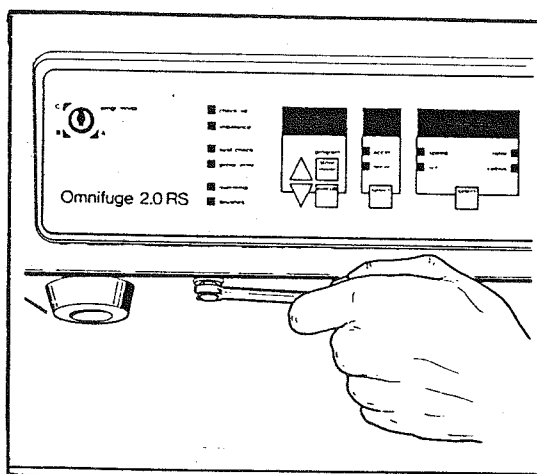

Fig. 15 Rimozione del pannello
6. Togliere il quadro comandi (Fig. 15)